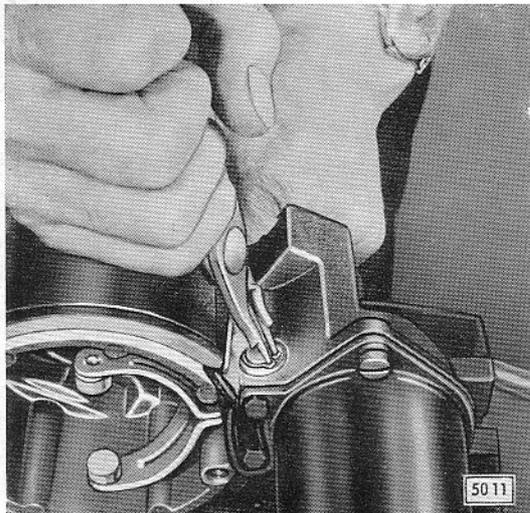

Bild D 68 - Sprengring vom Lagerbolzen abnehmen
6. Lagerbolzen für Einrückhebel ausbauen. Hierzu Sprengring des Bolzens abnehmen (Bild D 68) und Bolzen aus Antriebslager herausziehen.